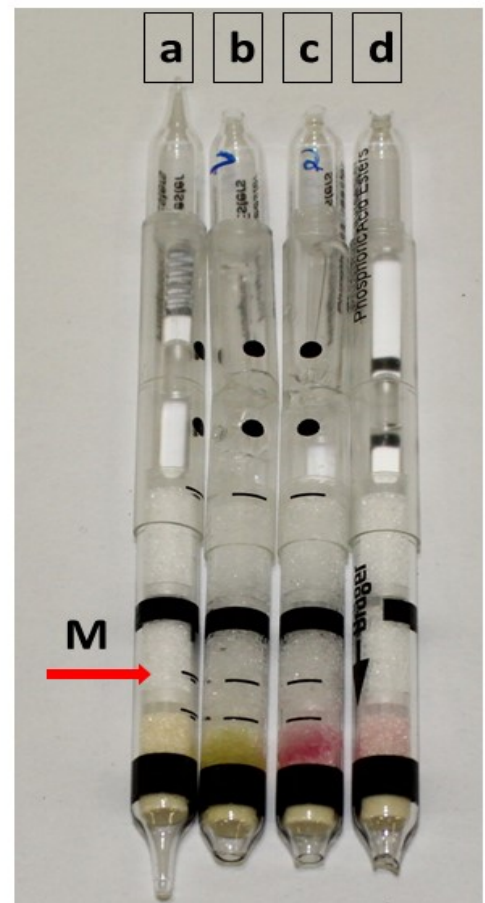

Abbildung 2: Phosphorsäureester-Prüfröhrchen:
11. Flüssigkeit vorsichtig mit der Gaspumpe aus der Enzymschicht in die nachfolgende Substratschicht bis zum Markierungstrich der Substratschicht (roter Pfeil, und Abbildung 2 roter Pfeil) saugen. Hierzu ist ggf. ein Teilhub mit der Gaspumpe auszuführen. Die benetzte Substratschicht nimmt eine dunklere Farbe an.
(siehe Auswertung und Abbildung 2)
Phosphorsäureester mit dem Prüfröhrchen nicht nachweisbar (Abbildung 2: b).
Phosphorsäureester mit dem Prüfröhrchen nachweisbar (Abbildung 2: c)
Hinweis: Beim Ansaugen der Luftprobe kann eine leichte rosa Färbung der Anzeigeschicht auftreten. Diese Färbung kann durch basische Gasbestandteile, z. B. Ammoniak, in der Luftprobe verursacht werden (Abbildung 2: d) falsch-positives Ergebnis.
Bei einem Blindtest nicht kontaminierter Atmosphäre kann es zu einer kurzzeitigen, weniger als eine Minute stabilen, roten Verfärbung kommen. (Abbildung 2: c und d)